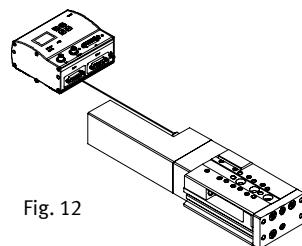

Fig. 12
- Conecte el SLTE-... en la conexión **5** por completo con el controlador (véase Fig. 12).